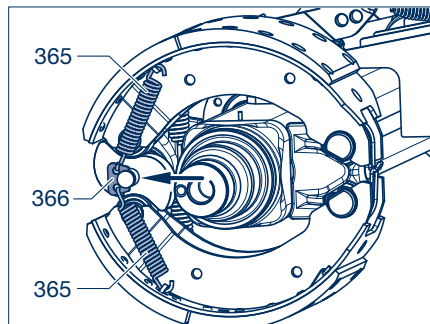

Рисунок 36
- [22] Зацепить возвратную пружину (363) за серьги на наружной стороне тормозных колодок (по направлению к центру оси), см. рисунок 36 на стр. 58.